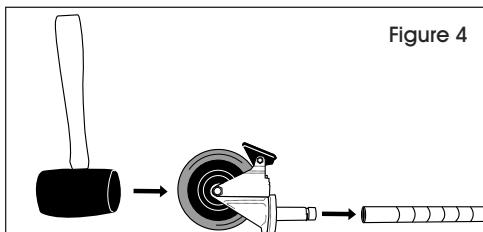

Figure 4
1. Ensure post is positioned as shown. (See Figure 4)
2. Engage the wheel brakes to keep casters from spinning during installation. Use a rubber mallet to tap caster stem into posts. (See Figure 4)
- Assurez-vous que le montant est placé comme illustré. (Voir Figure 4)
- Enclenchez le frein des roulettes pour les empêcher de tourner pendant l'installation. Utilisez un maillet en caoutchouc pour insérer la tige des roulettes dans les montants. (Voir Figure 4)